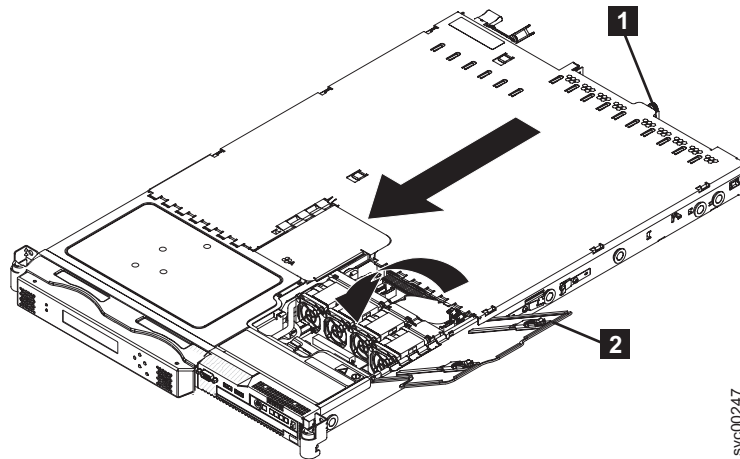

図 95. ファン・ドアを開いた状態の SAN ボリューム・コントローラー 2145-8G4
3. カバーが SAN ボリューム・コントローラー 2145-8G4 上のすべての差し込みタブに正しく噛み合うまで、つまみねじ (図 95 に示す) **1** を締めます。